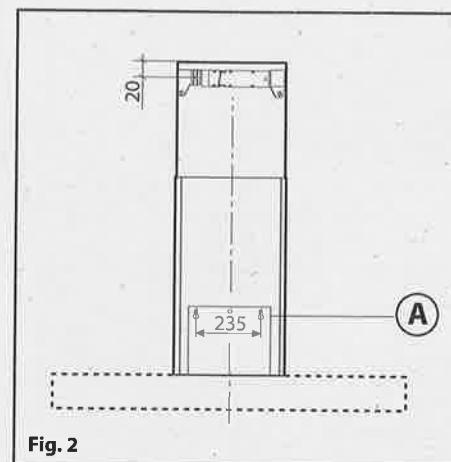
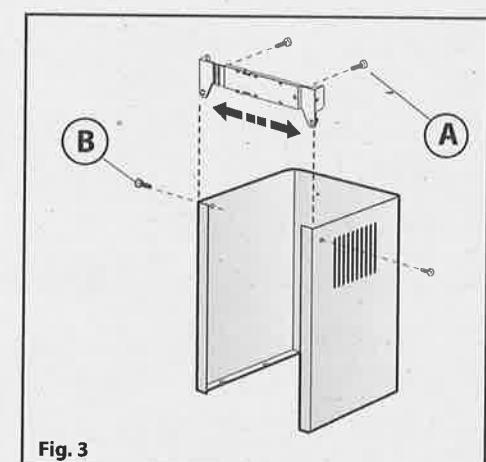
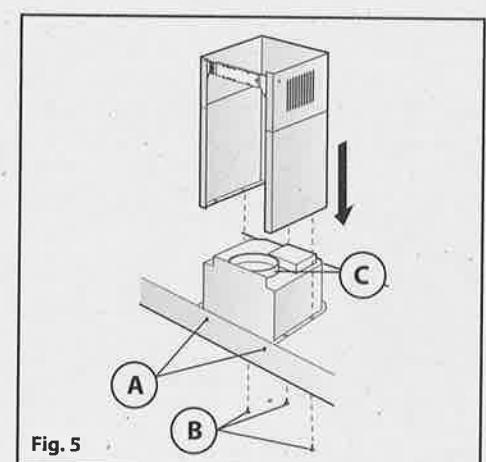

Fig. 2
Fig. 3
Fig. 5
- Eseguire i fori A rispettando le quote indicate (**Fig.2**).
- A regolazione avvenuta fissare la cappa definitivamente tramite le 2 viti **A** (**Fig.5**).
- Regolare la larghezza della staffa di supporto del raccordo superiore (**Fig.3**).
- Successivamente fissarla al soffitto in modo che sia in asse con la vostra cappa tramite le viti **A** (**Fig.3**) e rispettando la distanza dal soffitto indicata in **Fig.2**.
- Collegare, mediante un tubo di raccordo, la flangia **C** al foro evacuazione aria (**Fig.5**).
- Fissare il raccordo inferiore alla cappa utilizzando le viti **B** in dotazione (**Fig.5**), sfilarne il raccordo superiore fino alla staffa e fissarla tramite le viti **B** (**Fig.3**).